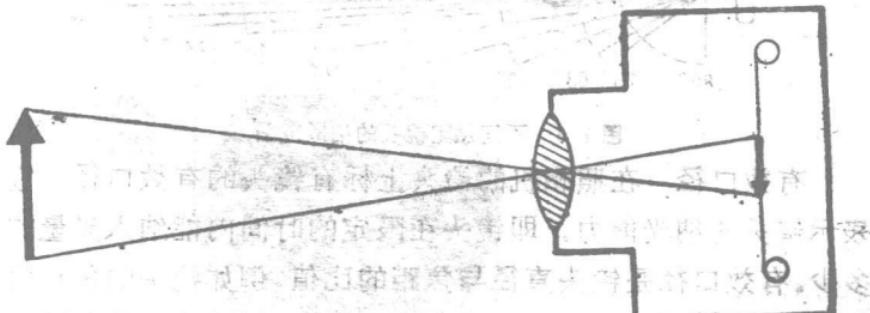

图 1-3 照相机成像原理
1. 镜头 镜头是照相机的重要部件之一，它是由多片透镜组成的，其作用是将入射的光线会聚起来并在底片上形成一个像（如图 1-3 所示）。镜头的质量将直接影响被摄物在